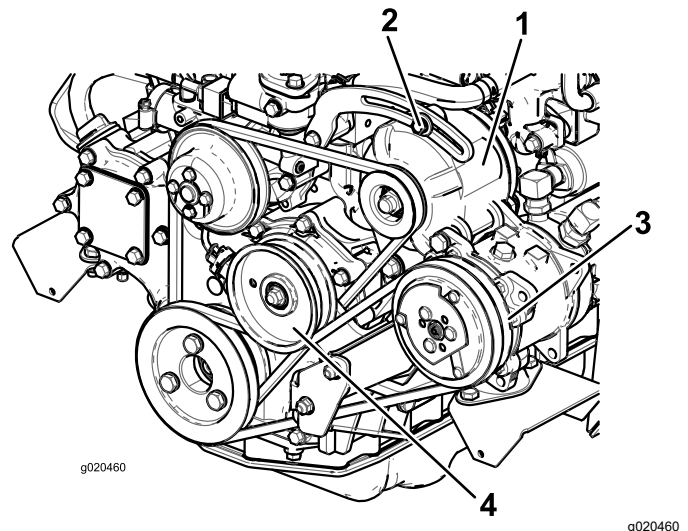

Bild 82
Lockern Sie bei einer Durchbiegung von mehr oder weniger als 10 mm die Befestigungsschrauben der Lichtmaschine (Bild 82).
Prüfen Sie den Zustand und die Spannung des Riemens (Bild 82) alle 100 Betriebsstunden.
2. Lockern Sie bei einer Durchbiegung von mehr oder weniger als 10 mm die Befestigungsschraube der Spannscheibe (Bild 82). Erhöhen oder reduzieren Sie die Spannung der Kompressor-Riemen Spannung und ziehen Sie die Schraube fest. Prüfen Sie die Riemen Spannung noch einmal auf korrekte Einstellung.